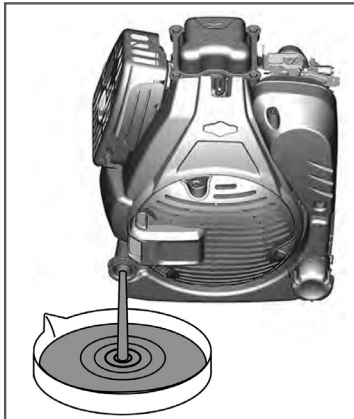

Рис. 24 Слив масла с двигателя
8. Вместе с помощником наклоните газонокосилку в сторону задней крышки деки так, чтобы емкость для слива отработанного масла находилась под маслозаливной горловиной и слейте отработанное масло через маслозаливную горловину в подготовленную для этого емкость (Рис. 24).